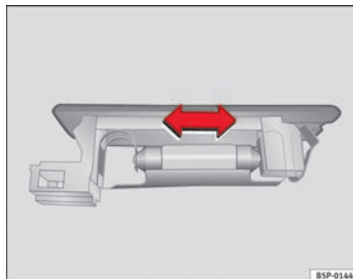

Fig. 168 Luz maletero
- Presione la lámpara lateralmente y extráigala del alojamiento ⇒ fig. 168.